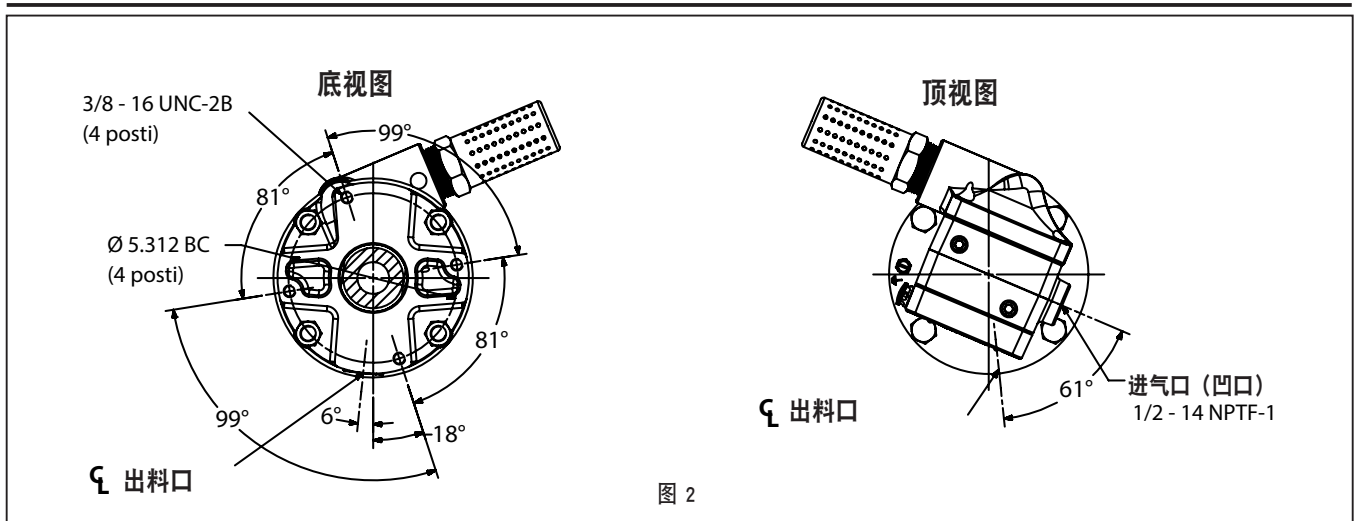

图 2
3. 针对 AF0409A43XXXX和AF0409A45XXXX: 用 e 形环钳将“e”形环向上拉到足够远处, 使套筒能向上移动并松开两个接头 (见图 2)。参见第5页图4的
4. 从马达底部的孔中取下 (3) 密封件 (2) 隔垫, (5) 弹簧 和 (6) 垫片